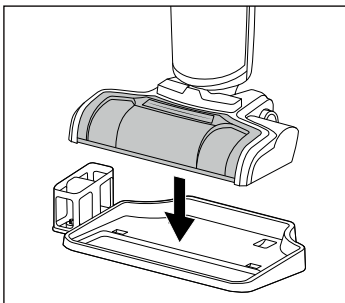

Abb. 45
- ◆ Stellen Sie das Gerät zur Aufbewahrung auf die Abstellschale **4** der Park- und Reinigungsstation (s. Abb. 45).